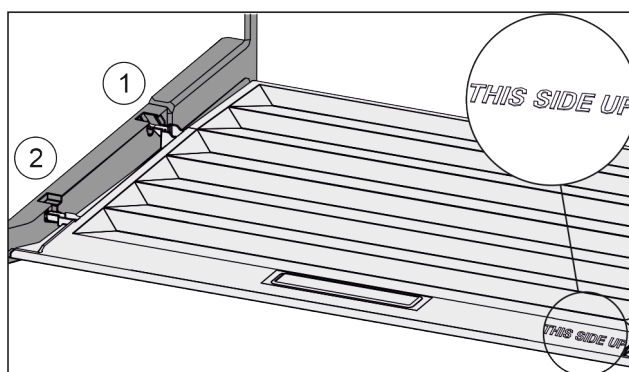

Fig. 35
- ▶ Inserire le nervature del coperchio attraverso l'apertura del supporto posteriore Fig. 35 (1) e innestare anteriormente nel supporto Fig. 35 (2).